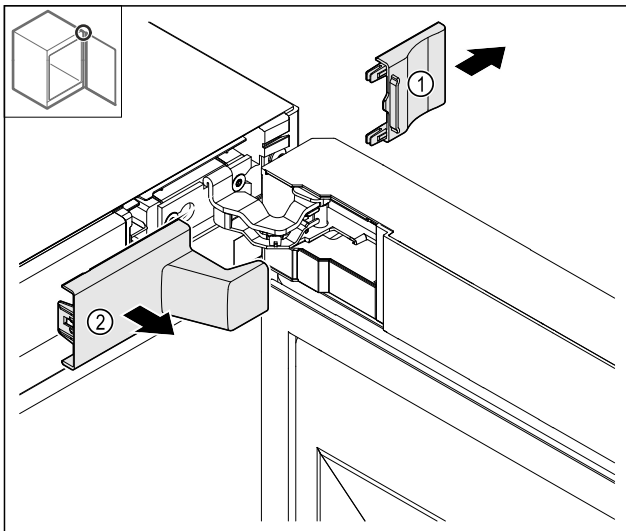

Fig. 9
► Abdeckung Fig. 9 (1) und dann Fig. 9 (2) entfernen.